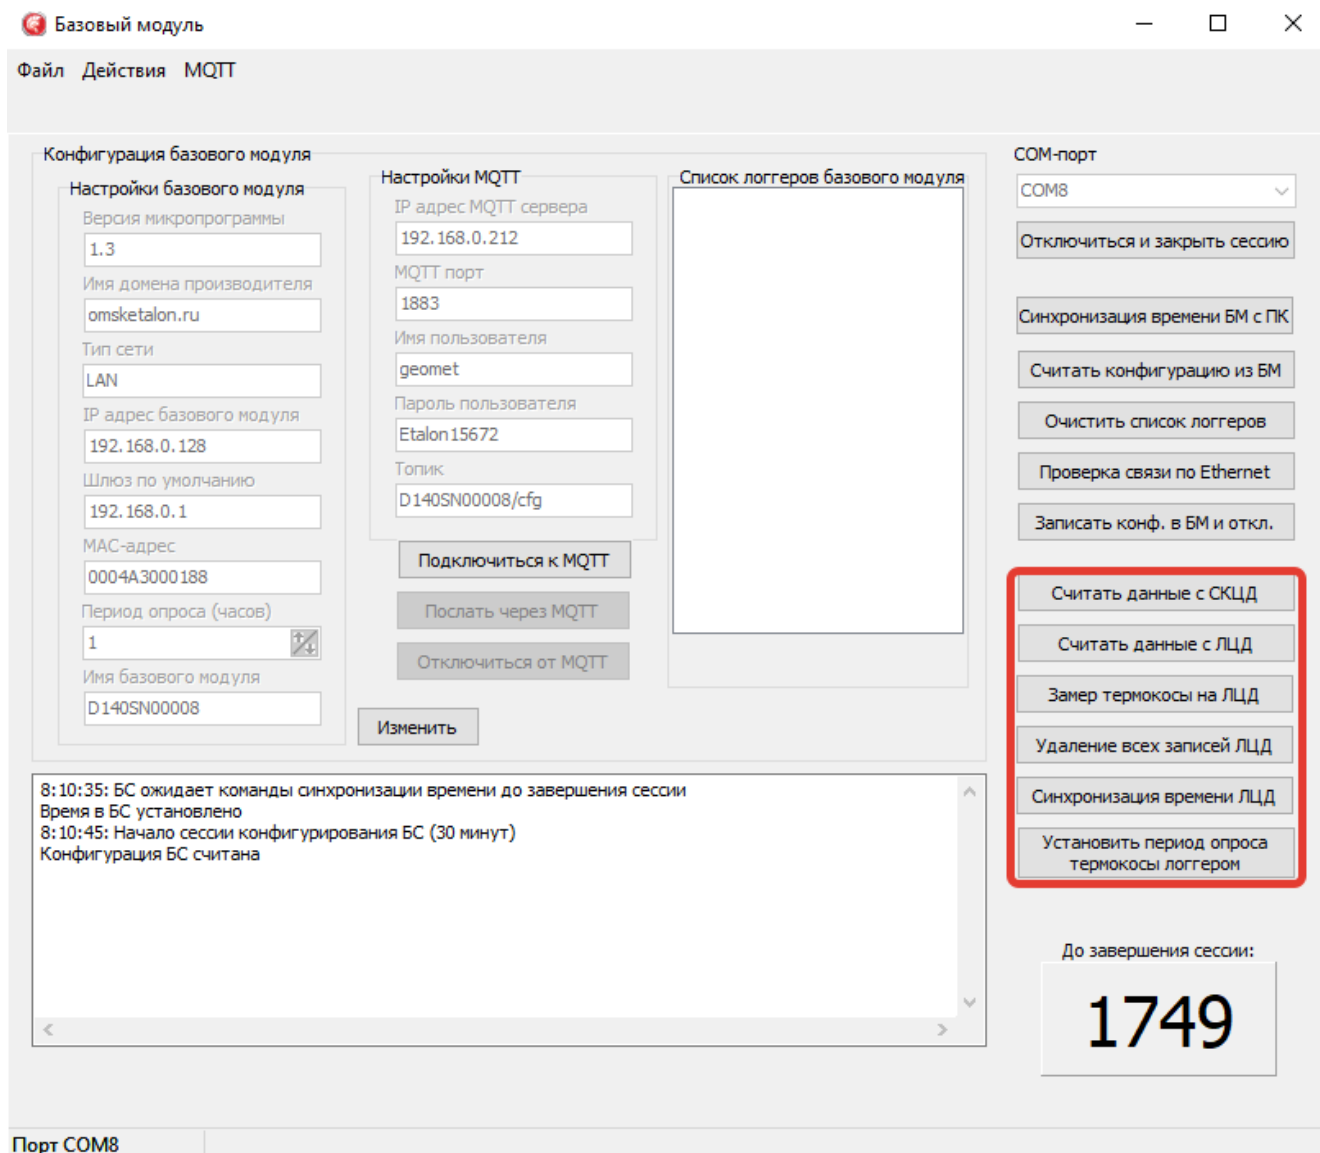

Рисунок 7
2.5.2.14 Так же ПО «BMservice» позволяет проводить опрос и настройку в ручном режиме подключенных к ШСПД логов и СКЦД (рисунок 7).